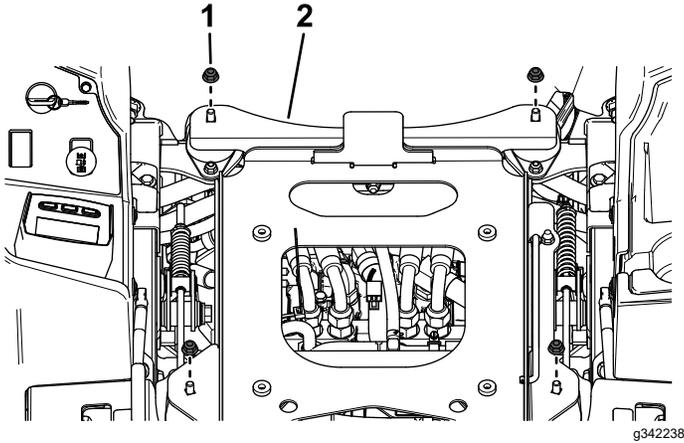

Figure 25
2. Retirez les 4 écrous à embase ( $\frac{3}{8}$ " ) de la plaque de support du siège (Figure 25).